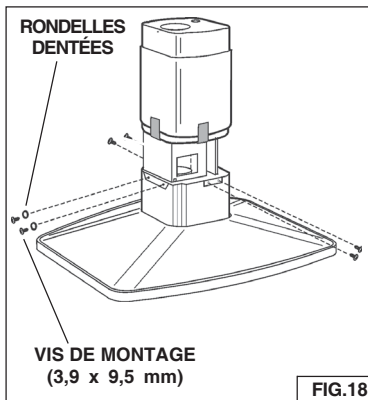

FIG.18
1. Fixer la hotte sur la structure du support avec les (6) vis de montage de 3,9 x 9,5 mm et les (2) rondelles dentées. Fig. 18.